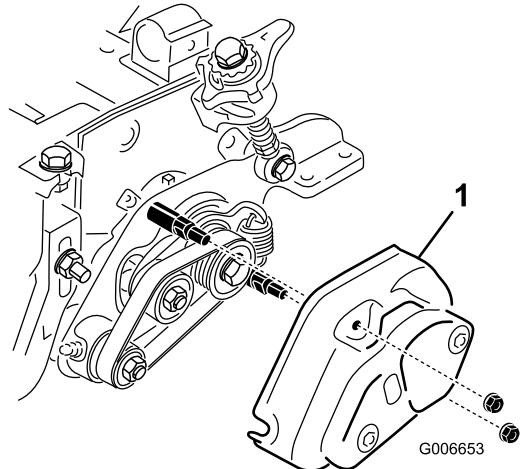

Рисунок 51
8. Убедитесь в том, что гайки на крышках механической щетки и вращающейся щетки (Рисунок 51) не слишком сильно затянуты.